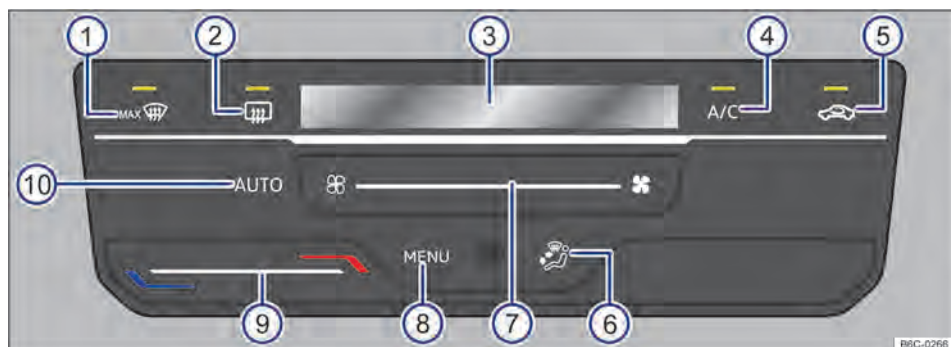

Fig. 81 Mandos del Climatronic.
- Climatronic: deslizar el dedo hacia la izquierda bajo el botón de función → fig. 81 (7), después presionar la tecla  de la extremidad izquierda.
Tocando en el botón de función **AUTO** → fig. 81 (10) es posible conectar el modo automático del Climatronic.
el volumen de aire y la distribución de aire se regulan automáticamente. El funcionamiento automático se desconecta cuando la ventilación se cambia manualmente → fig. 81 (7) o cambiando la distribución del aire a través del botón de función → fig. 81 (6).
- Climatronic: tocar el botón de función **A/C** → fig. 81 (4) para conectar y desconectar el funcionamiento de la refrigeración.
- *Climatronic*: deslizar el dedo en el botón de función → fig. 81 ⑨.
En la pantalla del Climatronic → fig. 81 ③ se indica la temperatura ajustada.
- *Climatronic*: deslizar el dedo en el botón de función → fig. 81 ⑦.
- *Climatronic*: tocar en el botón de función  → fig. 81 ⑤.
- *Climatronic*: tocar el botón de función → fig. 81 ⑥ para la ubicación deseada, la distribución seleccionada se indicará en la pantalla ③.
- *Climatronic*: tocar en el botón de función  → fig. 81 ①.
- *Climatronic*: tocar en el botón de función  → fig. 81 ②.
Para vehículos con VW Play, presionar **MENÚ** → fig. 81  para abrir el menú del aire acondicionado en la radio.